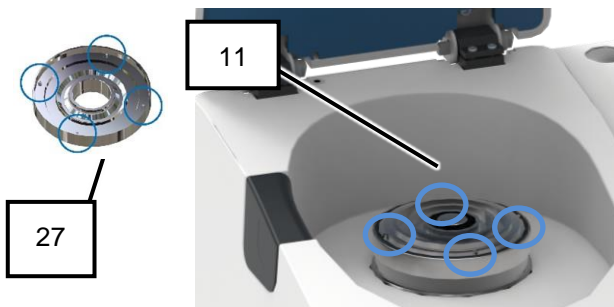

Abb. 20: Innenraum mit Rotorwelle
4. Labyrinthscheibe (27) um die Rotorwelle (11) setzen (Abb. 20).
5. Korrekte eingerasteten Sitz der Verdrehsicherung beachten (Abb. 20).
6. Kassette (26) (ohne Deckel) auf die Labyrinthscheibe (27) setzen.